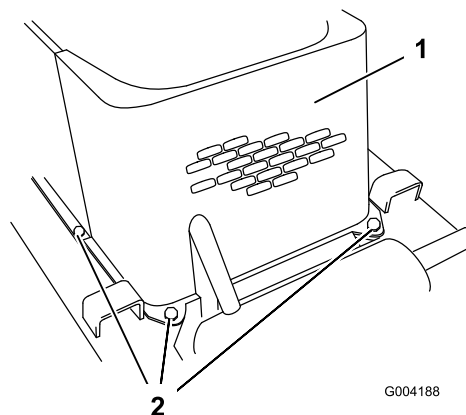

Bild 30
5. Nehmen Sie die vier Schrauben ab, mit denen das vordere Gitter am Rahmen der Zugmaschine befestigt ist (Bild 30).